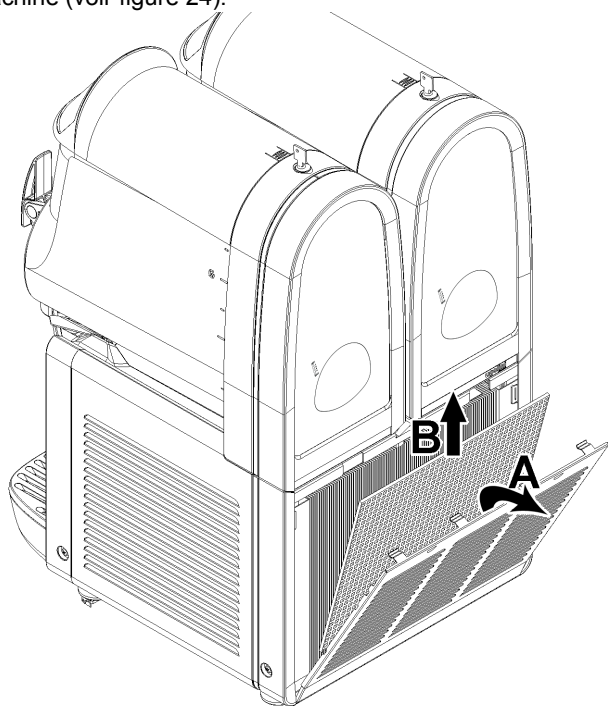

figure 24
**2 Tous les mois** : ôter la poussière qui s'est accumulée sur le filtre du condenseur situé sur le panneau arrière de la machine (voir figure 24).